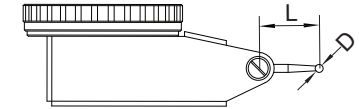

fig.6
4. Cada tipo de reloj comparador tiene una longitud específica de agujas (L, fig.6). Si la longitud no es la correcta, se producirá un error de medición. Consulte la siguiente tabla para elegir los palpadores correctos.